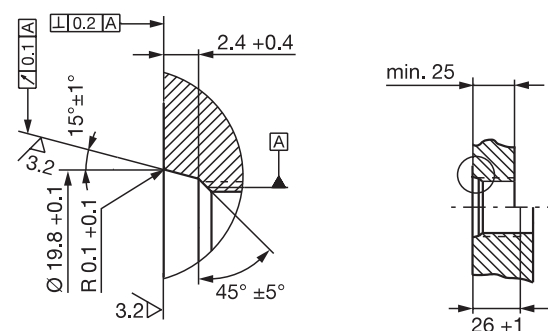
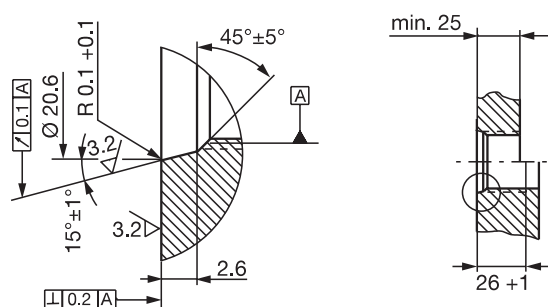

Fig. 4-3: Trou de vissage M18×1.5 selon ISO 6149, joint torique 15.4×2.1
Fig. 4-4: Trou de vissage 3/4"-16UNF selon SAE J475, joint torique 15.3×2.4
- ▶ Préparer le trou de fixation avec filetage (lamage pour joint torique, le cas échéant) selon la Fig. 4-3 ou Fig. 4-4.